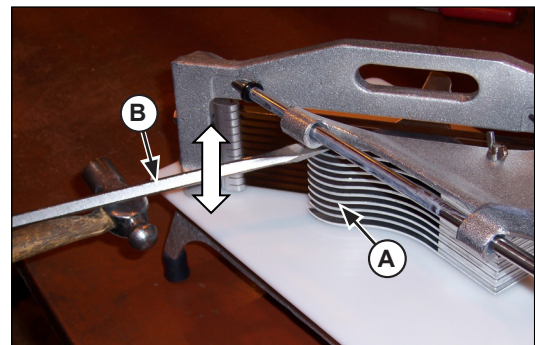

Figura 2. Ajuste del cabezal de empuje entre las hojas.
2. Puede que también sea necesario ajustar el conjunto del cabezal de empuje (A) desde la parte posterior del equipo. Si fuese necesario, inserte cuidadosamente un destornillador (B) entre las ranuras del conjunto del cabezal de empuje. Golpee ligeramente el destornillador (B) (hacia arriba o hacia abajo) para alterar la ubicación de los dedos del cabezal de empuje de modo que se deslicen sin problemas a través de las hojas. Consulte la Figura 2.